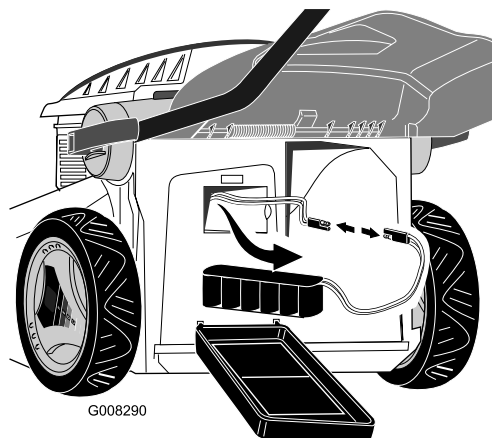

Figura 26
2. Retire la batería del compartimiento y desconecte el cable de la batería del cable del cortacésped (Figura 26).